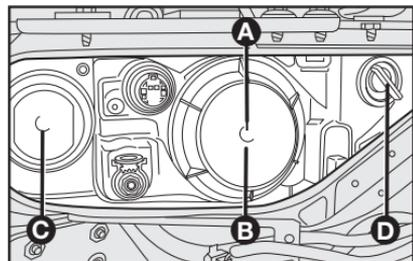

fig. 16
GRUPOS ÓPTICOS DELANTEROS - fig. 16
- quite la tapa **C-fig. 16** girándola en el sentido antihorario;
- monte la tapa **C-fig. 16** comprobando el correcto bloqueo.